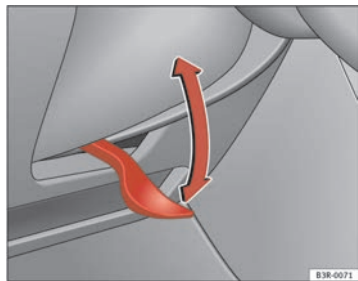

Fig. 145 Palanca debajo de la columna de dirección
- Tire de la palanca ⇒ fig. 145 hacia abajo ⇒ ⚠